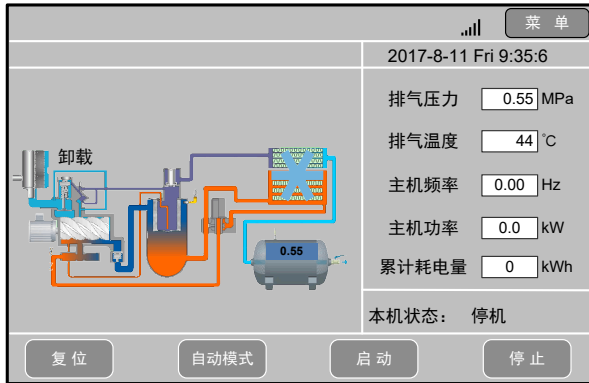

图 3-3 HMI 主页面 (示意图)
- 7) 确认电机运转方向无误后，点击图 3-3 主页上的“启动”按钮，运行空压机。检查运行时的电流及温度是否在正常范围、电磁阀状态是否正确、压力及温度变化是否正常。